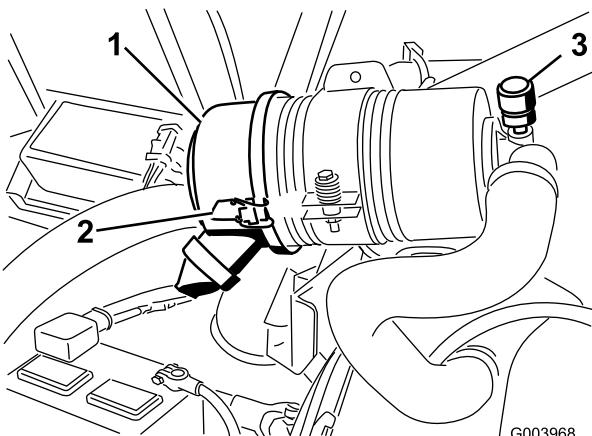

Figura 52
Faça a manutenção ao filtro de ar apenas quando o indicador de manutenção (Figura 52) o exigir. Mudar o filtro de ar antes de ser necessário apenas aumenta a possibilidade de entrar sujeidade no motor quando se retira o filtro.
- Liberte os trincos que fixam a cobertura do filtro de ar ao respetivo corpo (Figura 52).